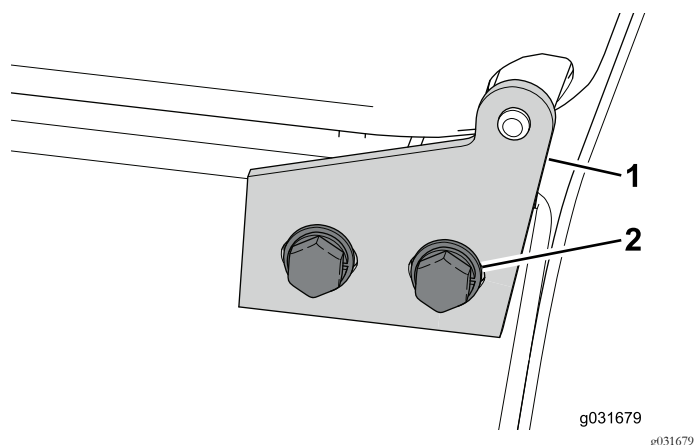

Figure 54
1. Desserrez les 4 boulons qui fixent le capot à la charnière de capot (Figure 54).